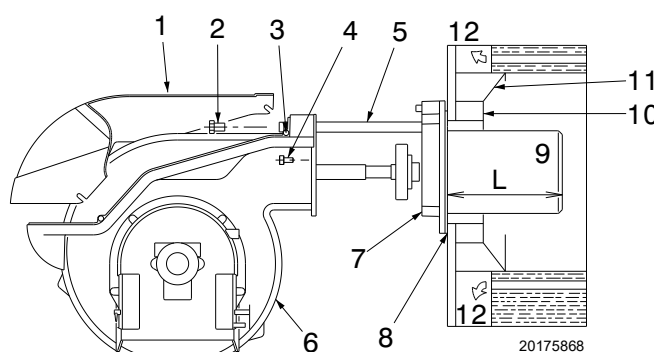
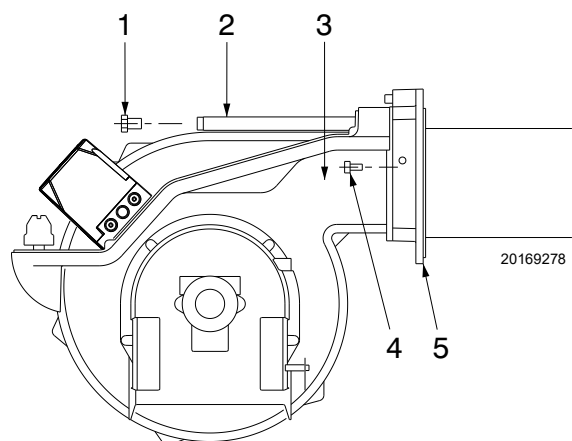

Рис. 12
Рис. 16
Жаровая труба 9) (Рис. 12)
Для котлов с водоохлаждаемой передней стенкой облицовка огнеупорным материалом 10)-11) (Рис. 12) необязательна, если это не требуется заводом-изготовителем.
Выполнив монтаж форсунки, установите горелку 3) (Рис. 16) на направляющие 2) и продвиньте ее до фланца 5), **слегка приподнимая ее для того, чтобы подпорная шайба не упиралась в жаровую трубу.**
- Откройте горелку на направляющих 2) (Рис. 16), как показано на Рис. 12 на стр. 16.